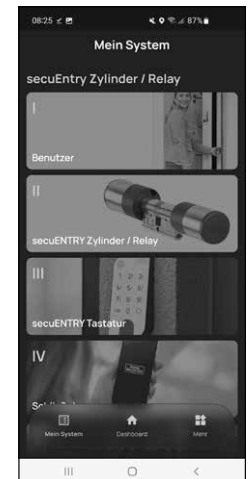

Abb. 7
- 9 Kehren Sie in das Menü „Mein System“ zurück (Abb. 7).